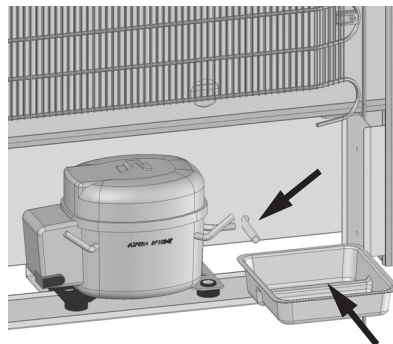

Abb. 1
- Installieren Sie die Tropfwanne (sie befindet sich im "Zubehörkasten") an der Kompressorhalterung auf der Geräterückseite, und setzen Sie sie unter das kleine, aus dem Gehäuse herausragende Rohr. Der untere Teil des Behälters muss unter dieses Rohr gesetzt werden (siehe **Abb. 1**).